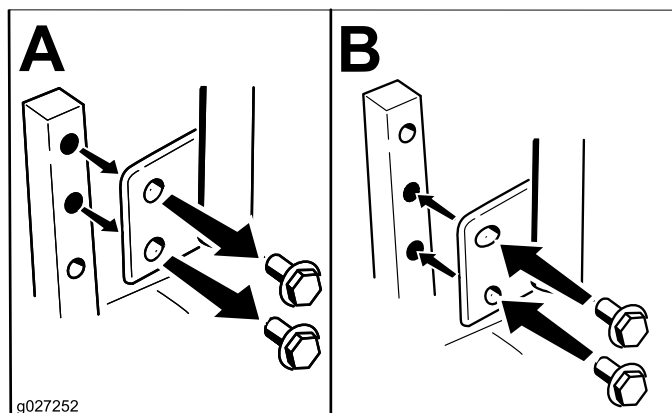

Figure 20
Vous pouvez ajuster la hauteur des leviers de commande de déplacement en fonction de votre taille (Figure 20).
2. Desserrez le boulon inférieur jusqu'à ce qu'il soit possible de faire pivoter le levier de commande en avant ou en arrière (Figure 20).